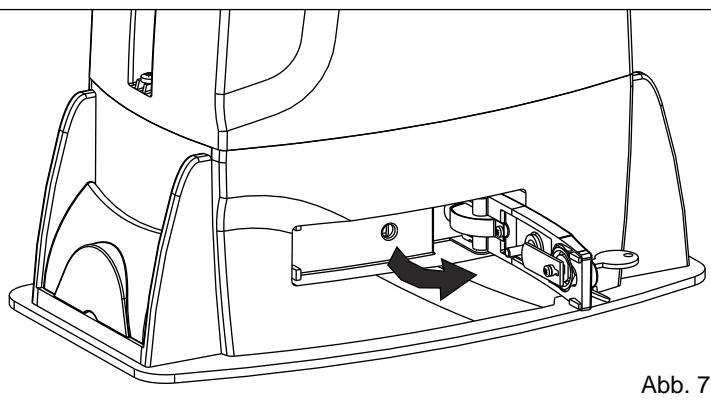

Abb. 7
- Den Entriegelungshebel bis zum Anschlag ziehen, ca. 90° (Abb.7).